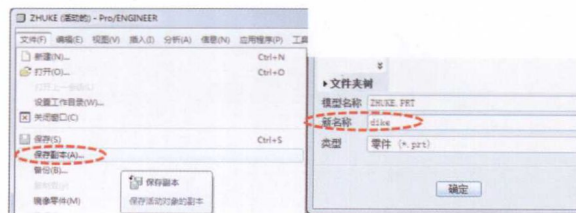

图1-26
(18) 在零件体状态的窗口中选择“文件”→“保存副本”命令，打开“保存副本”对话框，在“新名称”文本框中输入新的名称“dike”（图1-26）。